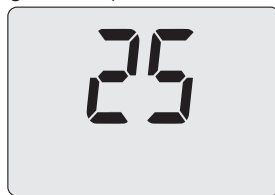

Figura 7.19
- Premendo il tasto 17 (Figura 7.17) sul display LCD appare il valore del parametro P00 (Figura 7.19).